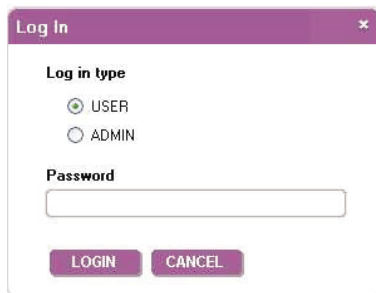

Рис. 14. Окно входа
- Щелкните на кнопку Log In (Вход). Появится окно входа, как показано на рис. 14.